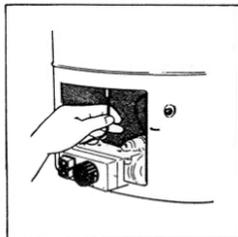

Figura 5
- Extraer el termosensor del revestimiento de inmersión, figura 5.